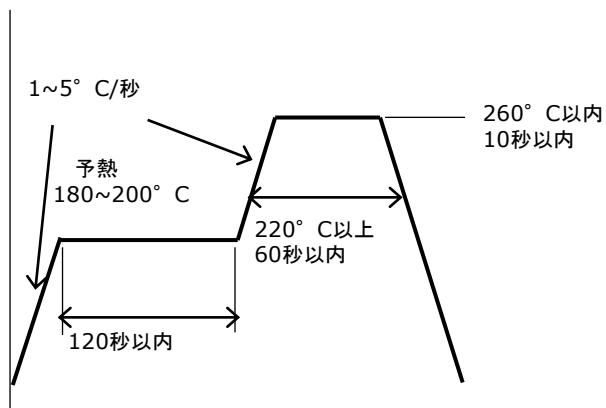

図9. リフロー推奨条件
- リフロープロファイルは図9の条件を参考にご使用になるはんだの推奨条件に合わせてください。